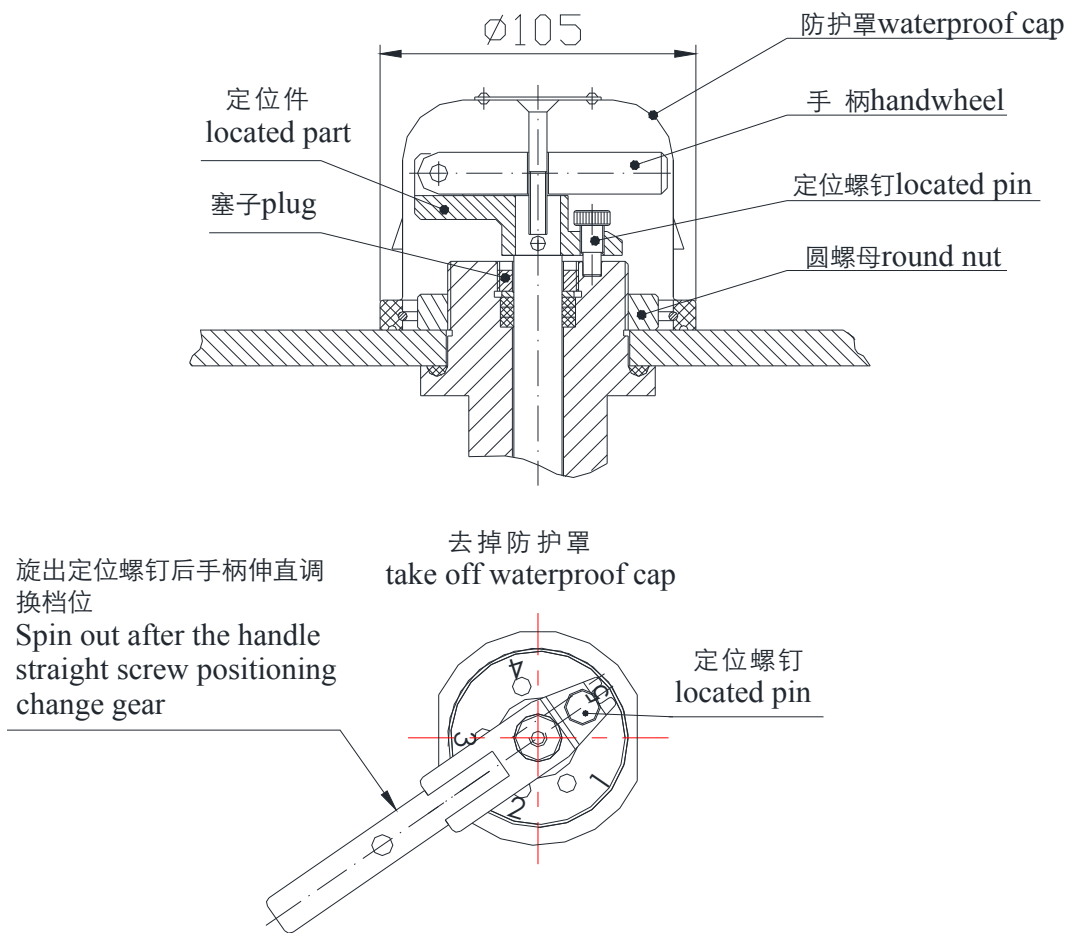

图2
5.6 分接开关在安装使用前放在 $105^{\circ}\text{C}\pm 5^{\circ}\text{C}$ 烘箱中或与变压器器身一起干燥24~48小时进行去潮，干燥后如分接开关沿转轴渗油，请将塞子旋紧即可，如沿变压器箱盖渗油，请将圆螺母旋紧即可。见图2
如图2: 旋下防护罩，旋下圆螺母，将以上零件放到一起，不要丢失。然后将带有“O”型密封圈的开关从箱盖下面向上伸出，用圆螺母将开关固定在变压器箱盖上，并将开关尾端支板与变压器的焊块用螺栓固定住，注意一定要保证开关的本体与箱盖平行以保证主传动部分的齿轮齿条正确啮合。
7.1 如图2: 旋下防护罩，旋出定位螺钉，伸直手柄，往返旋转手柄3~5个循环，然后将手柄旋到需要的分接位置上，再左右微动手柄几次，将定位螺钉旋入法兰档位定位孔内，再将上述各件复原，有条件的最好对其接触情况测量，以验证其接触可靠性。